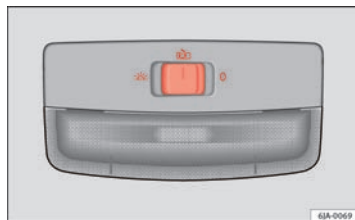

Fig. 61 Lys – type 2
- Drej lyskontakten til positionen ☞ ⇒ Fig. 61. ▶